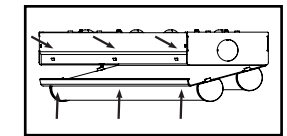

Fig. 4
9. Vuelva a instalar la cubierta del canal engancharo un lado alrededor del canal y luego empujando el otro lado hacia arriba y sobre el relieve. Para evitar que la cubierta del canal se doble, comience desde la mitad de la luminaria y avance hasta cada extremo. Vea la Fig. 4.